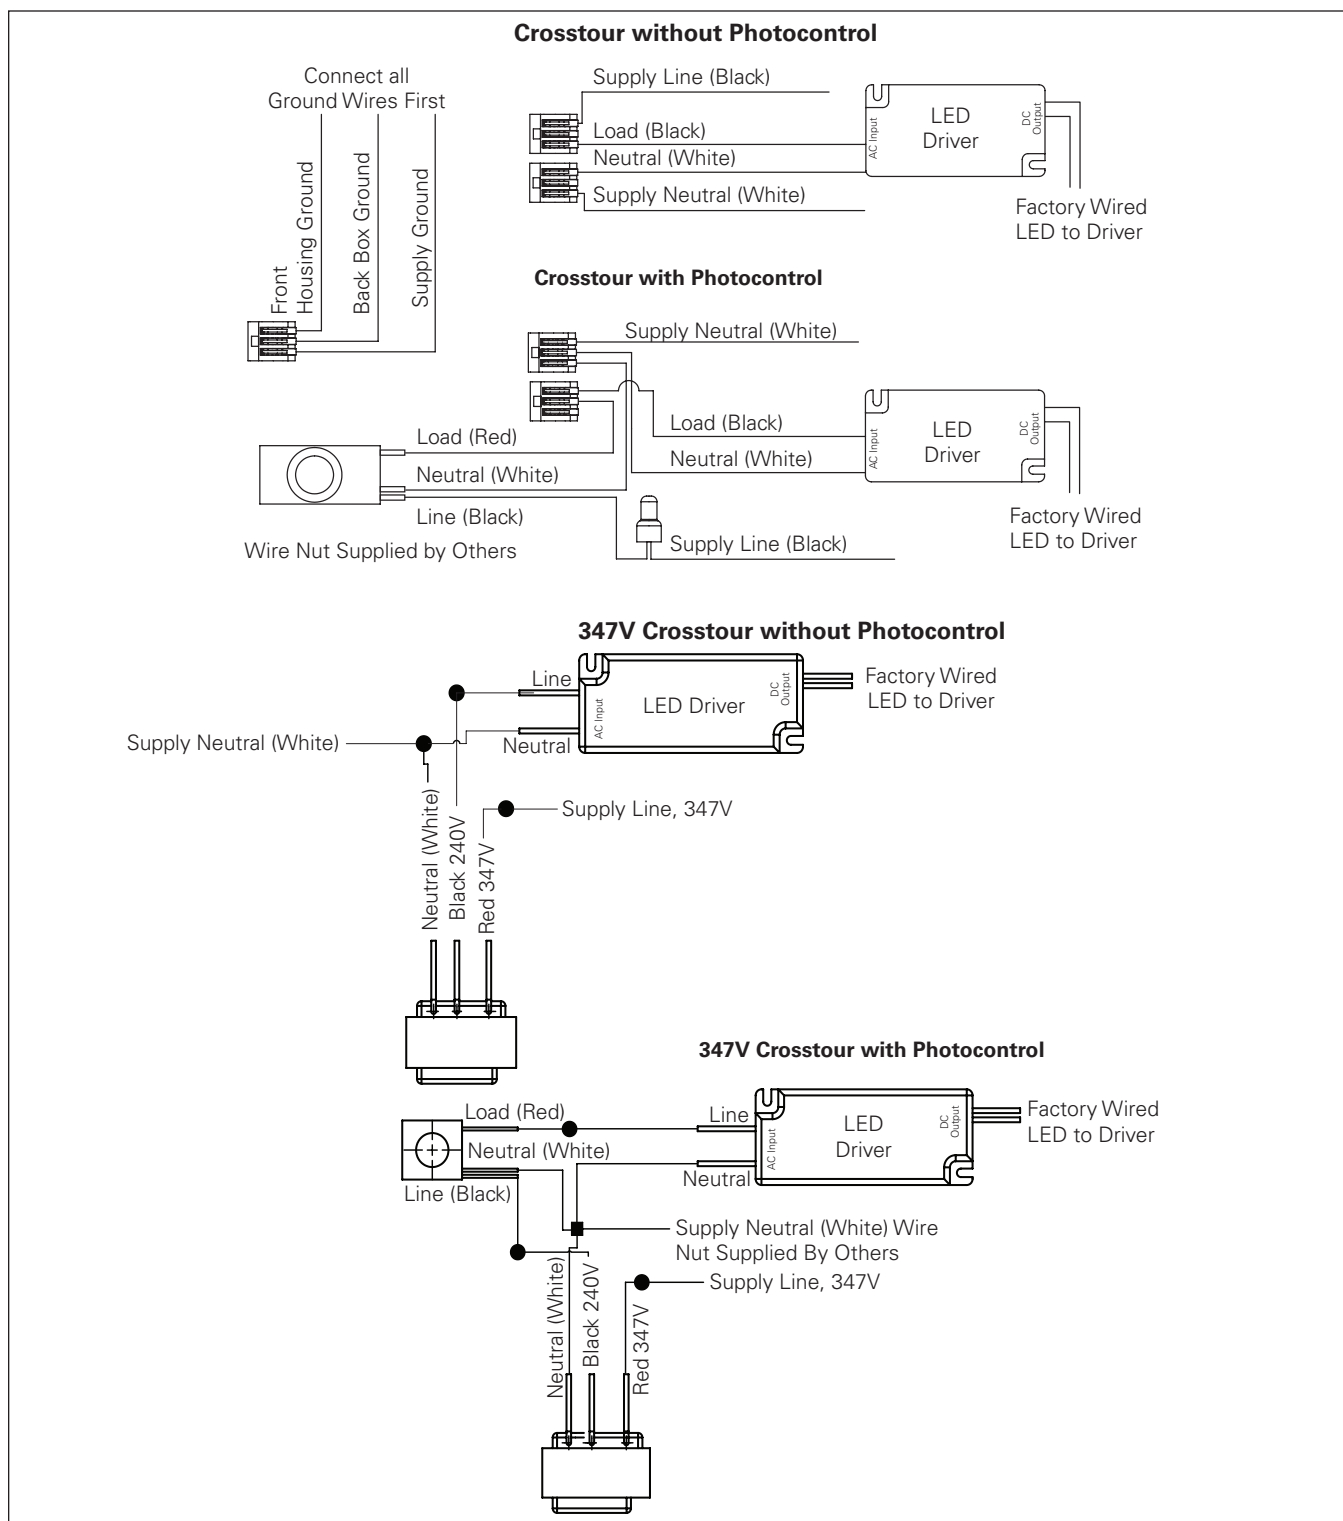
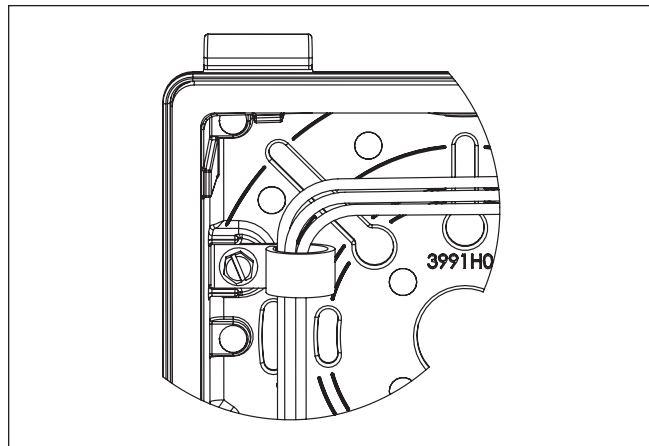
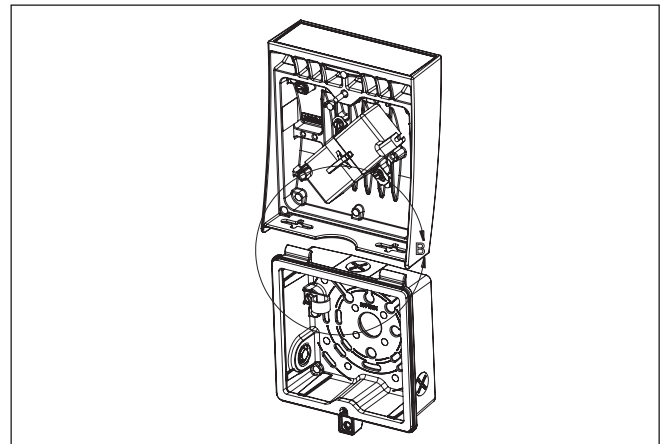

Figure 3.
Figure 4., Figura 4.
Figure 2., Figura 2.
2. Secure door in lock hinges located at the top of the back box (for down light illumination) (Figure 2). Utilize lever-lock connectors to make electrical connections (Figure 3). All electrical connections must remain inside back box. Secure any loose wires to harness (Figure 4) prior to closing and securing door. Tighten door screw to seal fixture. (10-15 in-lbs.)
Note: For conduit applications, remove only the required 1/2" NPT conduit plug(s) prior to installing back box to surface. Apply sealing compound or teflon tape to liquid-tight conduit fitting (supplied by others) entering back box to create water tight seal. Make electrical connections (Figure 3 and Figure 4).
- Fixez la porte dans les charnières de blocage situées sur le dessus du boîtier arrière (pour un éclairage vers le bas) (Figure 2). Utilisez les connecteurs de verrouillage à levier pour faire les branchements électriques (Figure 3). Tous les branchements électriques doivent
rester à l'intérieur du boîtier arrière. Fixez bien tous les fils au faisceau (Figure 4) avant de fermer et de fixer le couvercle. Serrez les vis du couvercle pour sceller le dispositif. (1,1 à 1,7 Nm [10 à 15 po-lb]).
Remarque: Pour les applications en conduit, retirez seulement les bouchons de conduit de 1,3 cm (0,5 po) de filetage NPT avant d'installer le boîtier arrière sur la surface. Appliquez du joint ou du ruban à joint sur le raccord du conduit étanche (non fourni) entrant dans le boîtier arrière, afin de créer une bonne étanchéité. Faites les branchements électriques. (Figure 3. et Figure 4.)